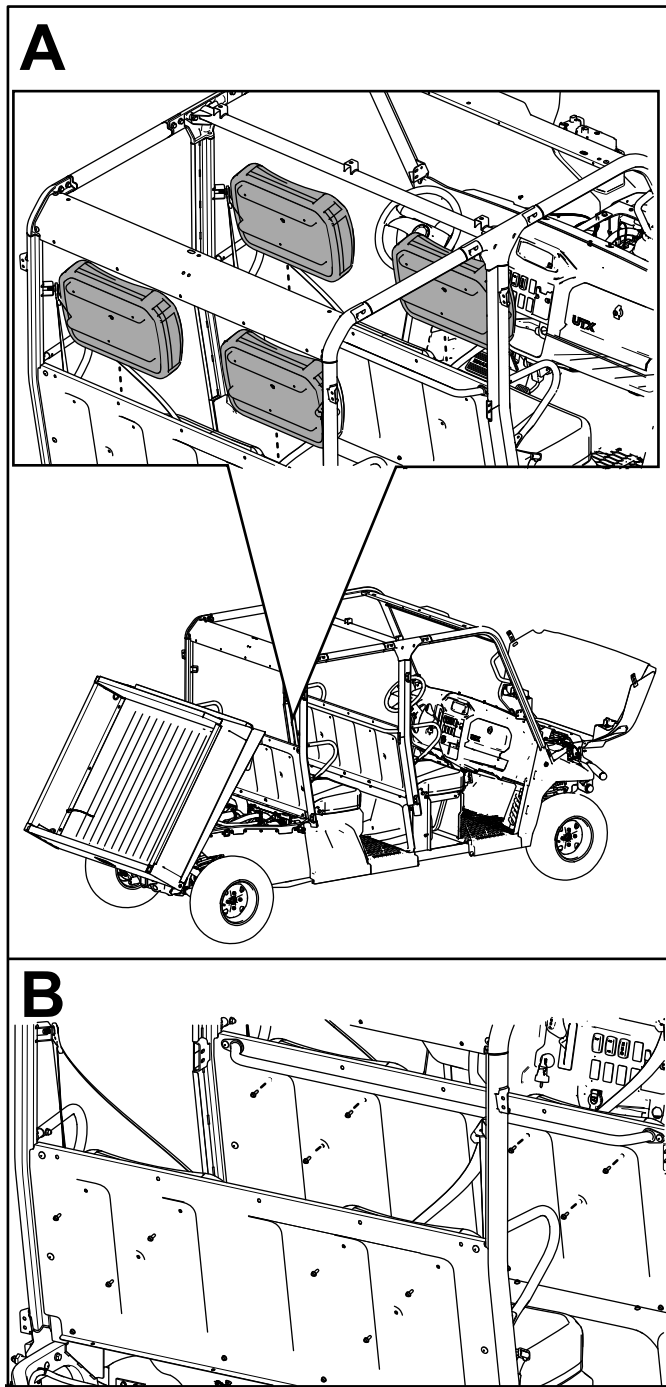

Figura 55
28. Fissate gli schienali dei 4 sedili ai pannelli sedili utilizzando 12 bulloni a testa esagonale con rondella ($\frac{1}{4}$ " x $\frac{3}{4}$ ") come illustrato nella **Figura 55**.